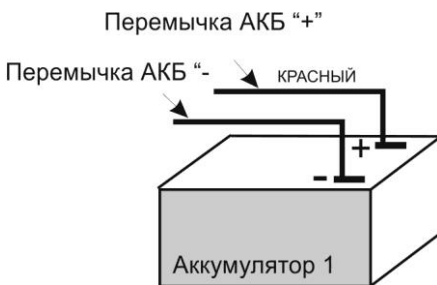

Рисунок 5
- При подключении одного аккумулятора собрать схему согласно рис.5